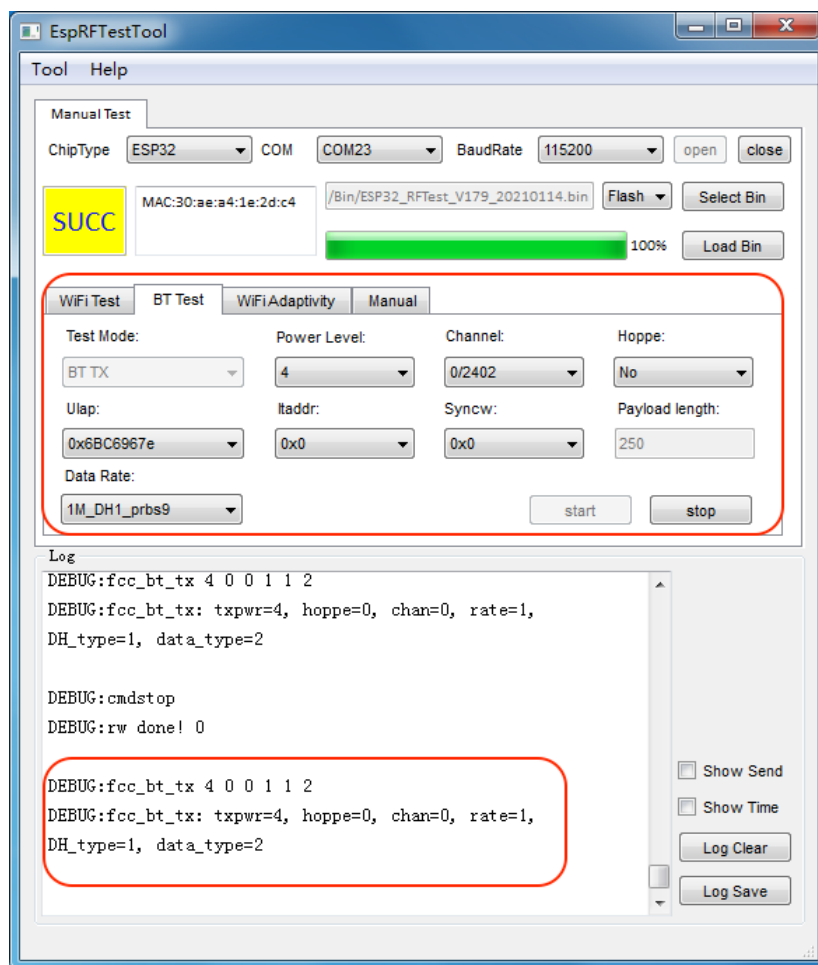

图 2-5. 蓝牙测试界面
- 打开 **BT Test** 页面，配置相关参数：**Power Level** 一般选择 4，其它设置根据实测需要来选择，图 2-5 显示的为 ESP32 蓝牙定频测试界面。